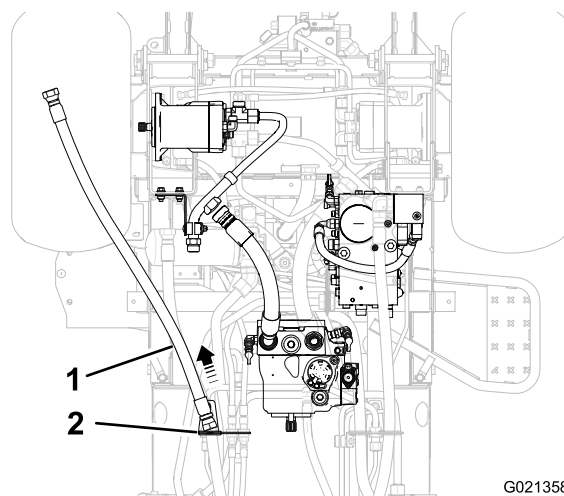

Figura 3
6. Tire de la manguera de tracción trasera por el soporte de la manguera, y retire la manguera de la máquina (Figura 3).